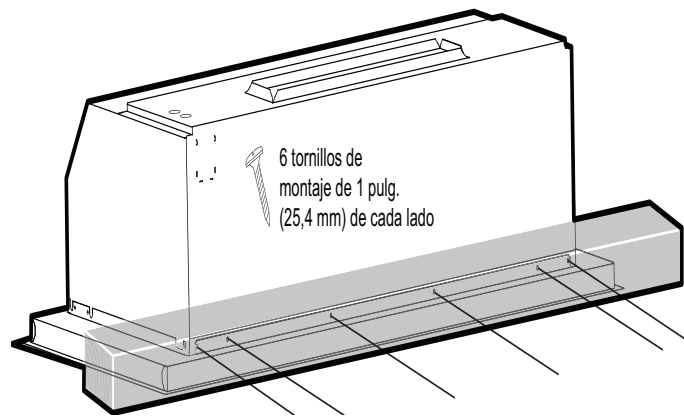

Figura 36: Tornillos laterales
- b) Sujete la parte trasera del marco del armazón con seis (6) tornillos de montaje de 1 pulg. (25,4 mm) como se muestra en la Figura 36.